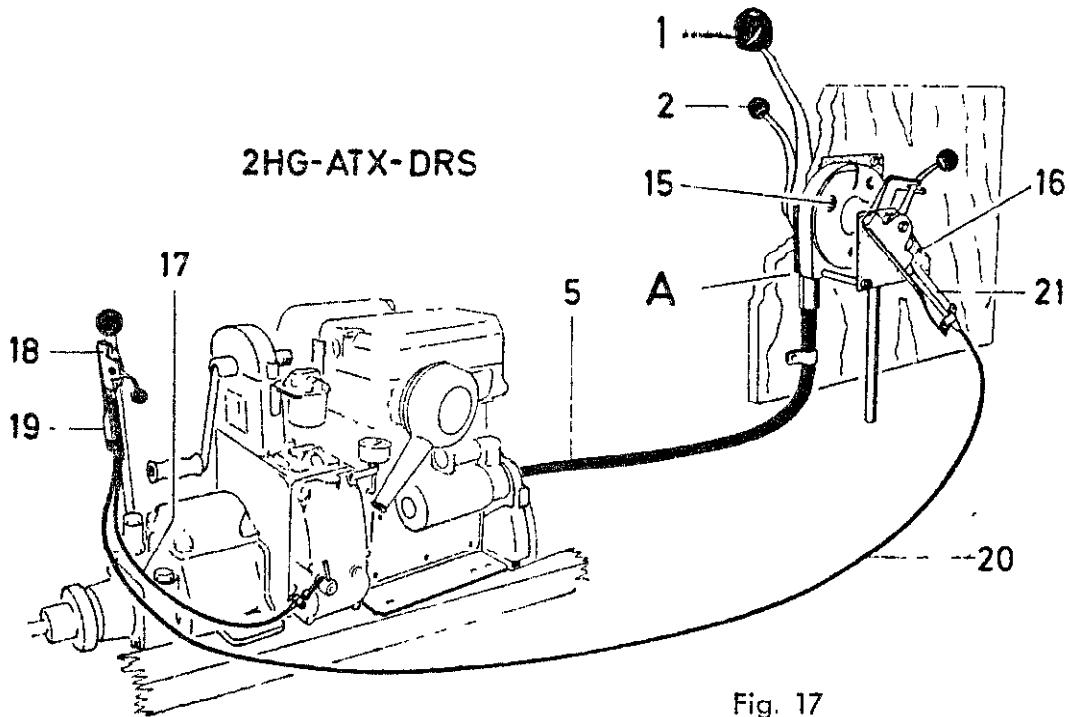

Fig. 17
- i. Omstyringsarmen (7) bør stå i 90° på motorens lengdeakse når propellen står i nøytral stilling (gearhendel i nøytral). I denne stilling innstilles føringsrøret og den justerbare støttevinkelen, slik at vinkelutslaget blir minst mulig i alle retninger. Nøyaktig justering er viktig og gjøres ved innbyrdes å vri de justerbare støttevinklene (3) på fundamentjernet. Påse at omstyringsarm, støttevinkel etc. er skikkelig festet.
- j. Dernest justeres manøverhendelens (omstyringshendel i nøytral) stilling uavhengig av propellstilling, ved å løse de tre justerskruene (fig. 17 og 18, pos. 15) på manøverboksløkket (ATX — HTX). Vri hendelen i ønsket stilling, fortrinnsvis rett opp, og sett skruene fast igjen.